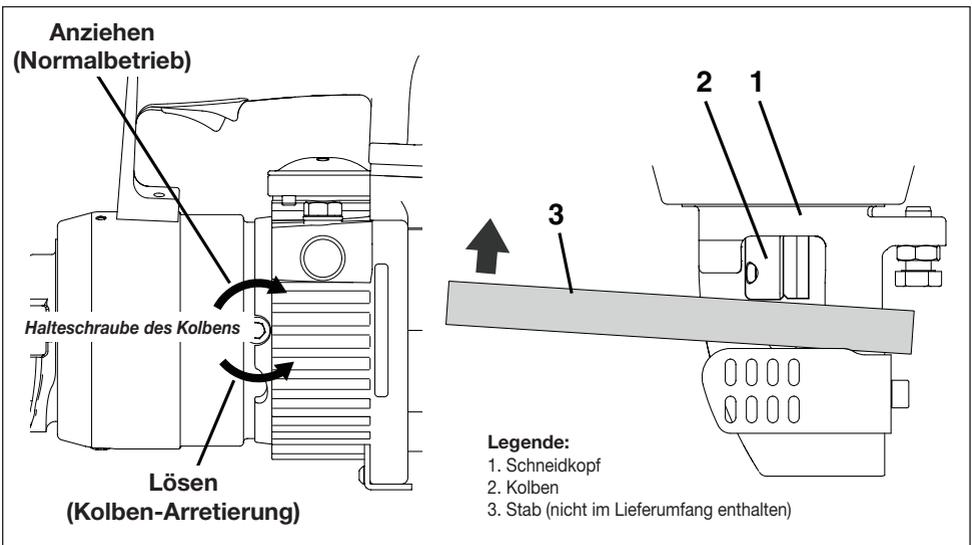

Abbildung 12, Manuelles Einfahren des Kolbens
Siehe die folgenden Schritte. Siehe Abbildung 12:
4. Verwenden Sie einen starren Metallstab, um den Kolben manuell in das Schneidgerät zu drücken, bis dieser in die Ausgangsposition zurückgekehrt ist. Siehe Abbildung 12, Punkt 3. Damit sollten sich Schmutz oder sonstige Materialien lösen lassen, die verhindern, dass der Kolben im Normalbetrieb einfahren kann.
8. Reinigen Sie den freiliegenden Bereich des Kolbens. Entfernen Sie in diesem Bereich Späne, Splitter oder Schmutz. Siehe Abbildung 12, Element 1.